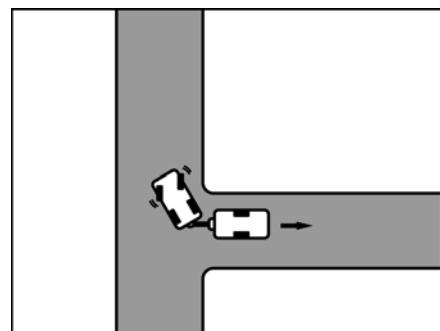

Bild 12 Styr åt höger
- Vrid ratten åt höger och backa försiktigt (Bild 12).